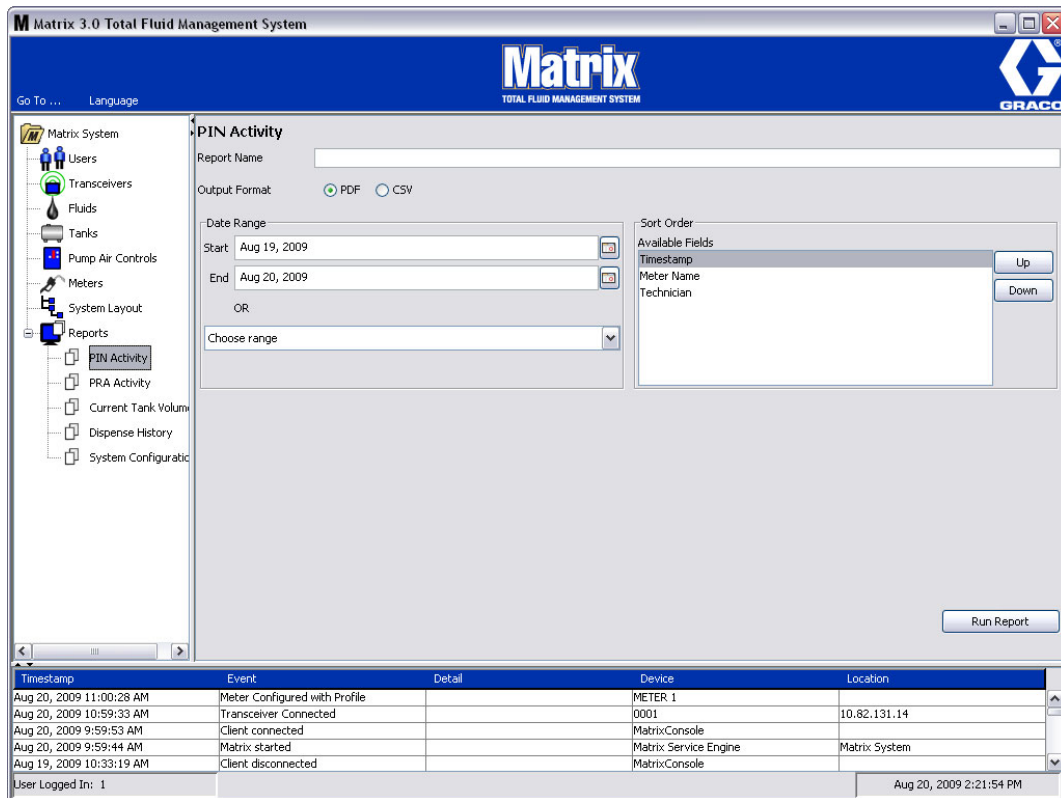

FIG. 101
- **Actividad de PIN (Fig. 101)**